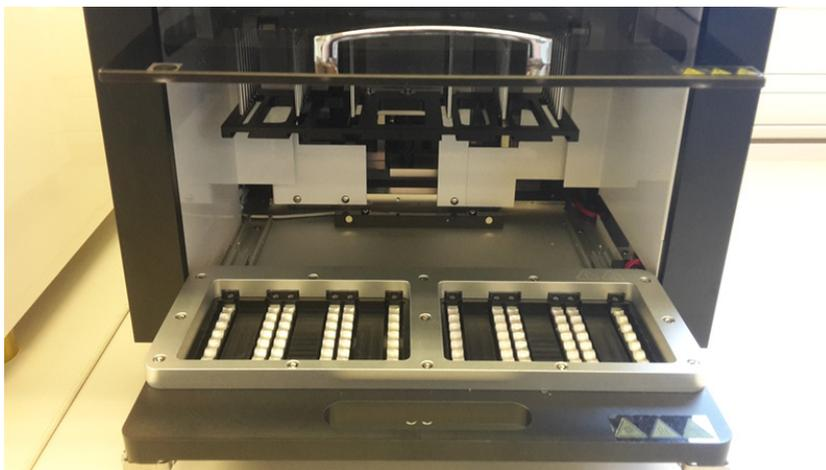

Abbildung 23. Beispiel für Positionen des Plattenladers.
5. Wählen Sie die Position des Probensatzes im Plattenlader durch Tippen auf „Left 1-3“ (Links 1-3) oder „Right 1-3“ (Rechts 1-3) im Menü „Barcode“ aus (siehe Abbildung 23 als Beispiel).